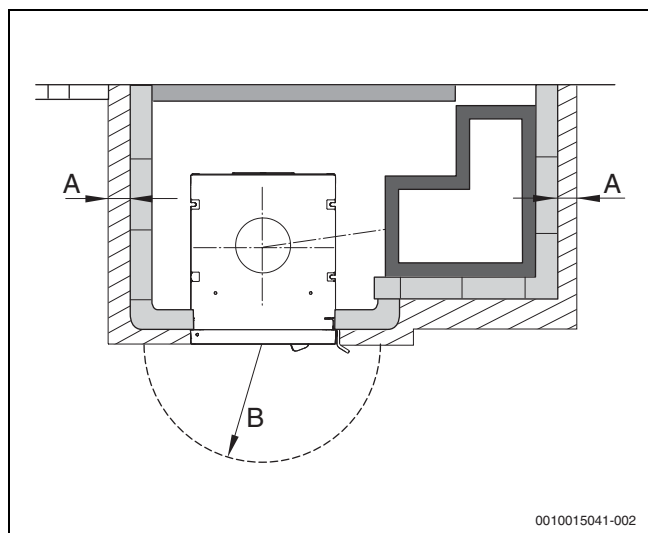
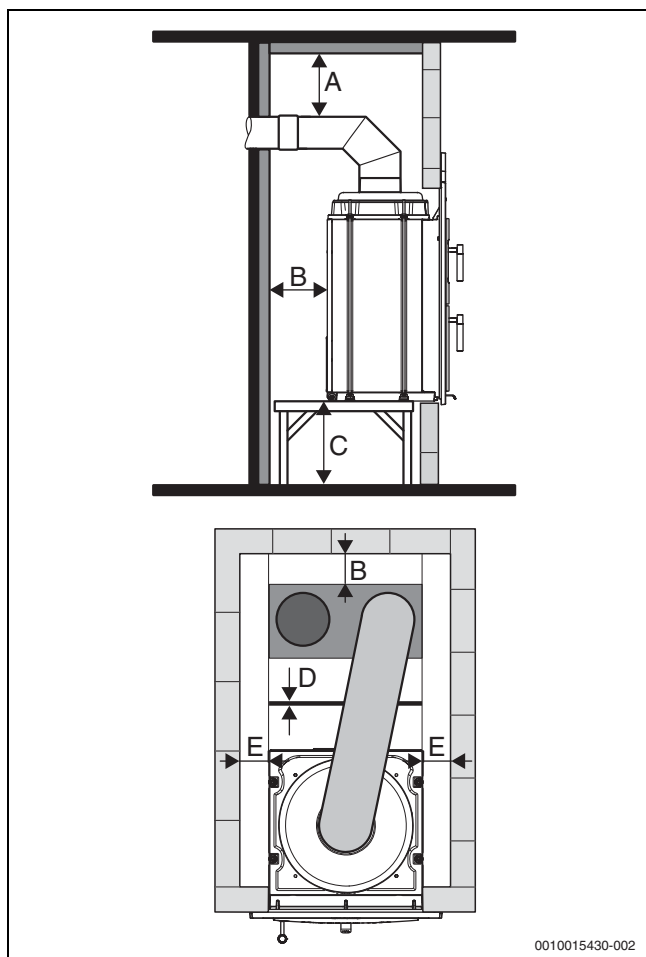

Bild 5 Äußere Mindestabstände
Bild 6 Heizkammer-Mindestabstände
- Die Mindestabstände müssen eingehalten werden (→ Bild 5, Seite 10 und Bild 6, Seite 11).
- ▶ Mindestabstände einhalten (→ Bild 6 und Tabelle 4, Seite 11).